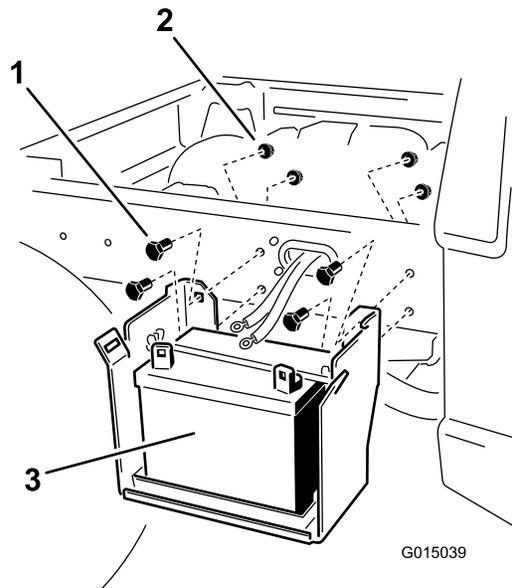

Bild 5
4. Entfernen Sie die Befestigungen, mit denen die Batterie und die Halterung am Maschinenrahmen befestigt ist (Bild 5).